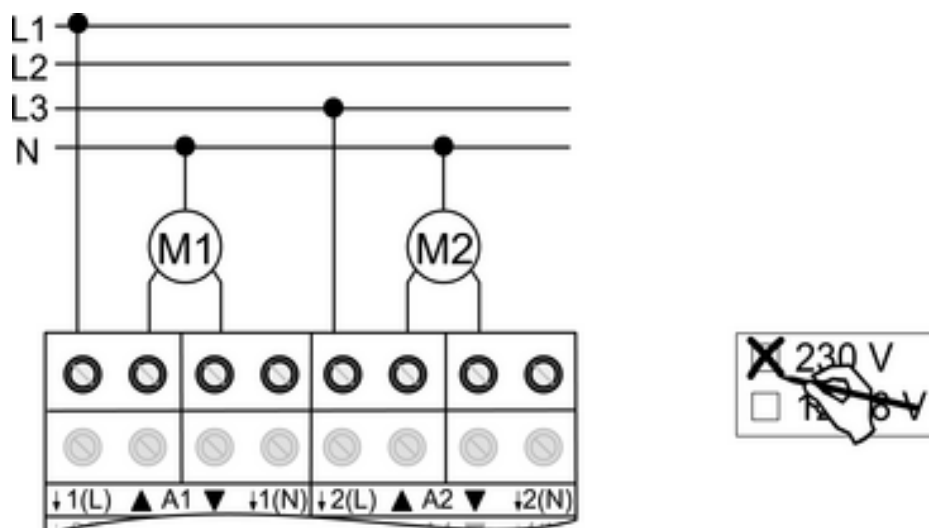

Bild 4
- Motoren anschließen (Bild 4).
- Verwendung **230 V** auf Etikett kennzeichnen (Bild 4).
- i** Die N-Leiter-Anschlüsse (14) dienen nur der Fahrzeiterkennung und bieten kein N-Potential.